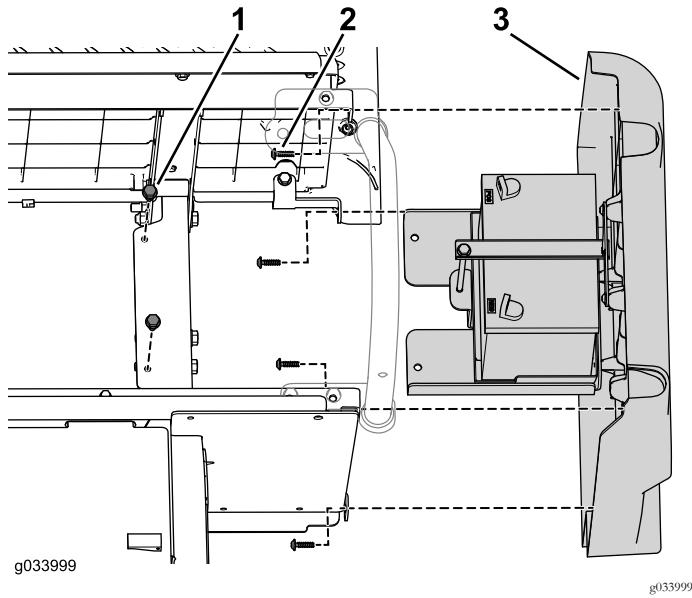

图5
2. 卸下将电池托盘固定到机架的 2 个凸缘螺栓图5。
3. 卸下将右面板固定到下座椅组件的 4 个螺丝图5。